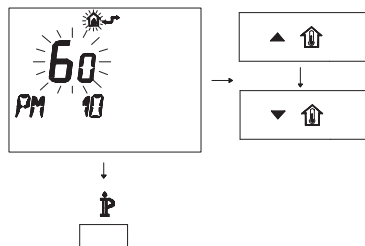

Figura 5.56
- Para modificar el punto de consigna programado, use los botones ▲⬆️ o ▼⬆️ y espere a que el número programado comience a parpadear (Figura 5.56).